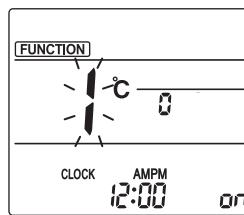

Fig. 1
- ① Път към ръчния режим за настройка на дефлекtorите Натиснете бутона . (Стартирайте тази операция от изключено състояние на дисплея на дистанционното управление.) „FUNCTION“ (ФУНКЦИЯ) светва и „1“ мига. (Fig. 1) Натиснете бутона , за да изберете „2“, след което натиснете бутона .